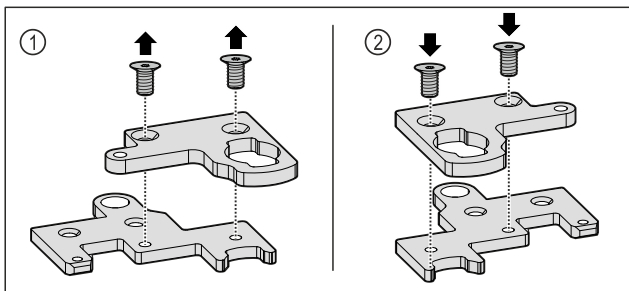

Fig. 34
- ▶ Rozeberte dvoudílný úhelník závěsu. Fig. 34 (1)
- ▶ Znovu sestavte dvoudílný úhelník závěsu otočený o 180°. Fig. 34 (2)